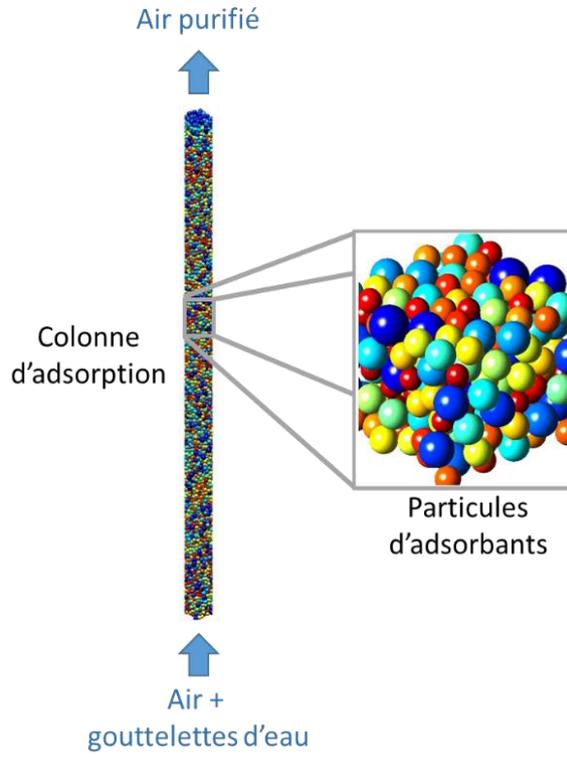
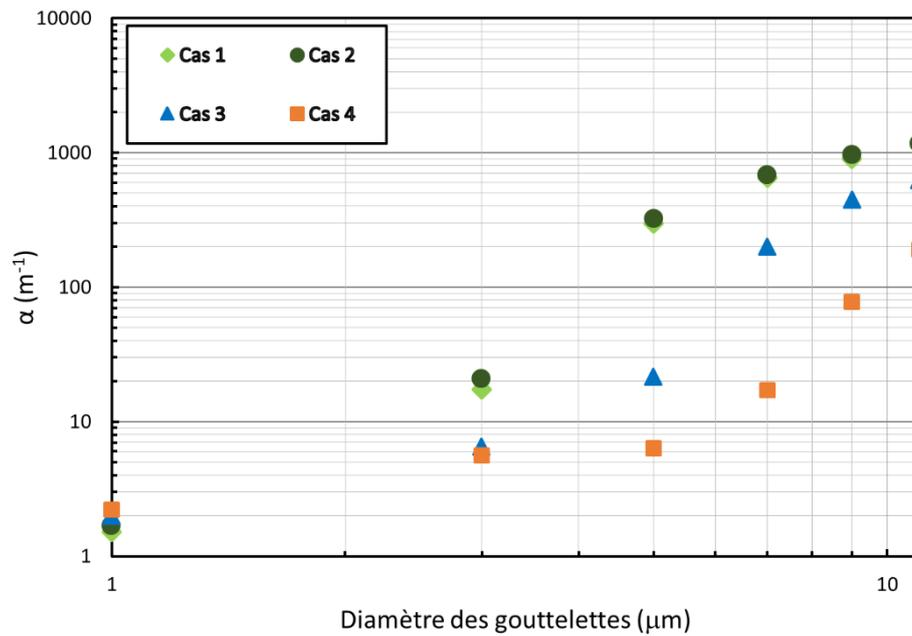

Figure 1- Colonne d'absorption utilisée pour les calculs numériques (NB : la couleur des particules est indicative de leur taille).
Figure 2- Données numériques obtenues par votre collègue.
Dans le but de purifier un courant d'air gazeux, un de vos collègues a réalisé des simulations numériques pour prédire l'efficacité de capture de fines gouttelettes d'eau en suspension dans l'air au moyen d'une colonne d'adsorption remplie de particules sphériques d'alumine (adsorbant) (Cf. Figure 1). Les simulations ont été réalisées sous 4 conditions d'opération différentes de la colonne qui sont résumées au Tableau 1. La Figure 2 donne les efficacités de capture obtenues par votre collègue en termes de α , la fraction de capture par unité d'épaisseur de lit pour les différentes tailles de gouttelettes d'eau considérées et les différentes conditions opératoires. La valeur de α est reliée à l'efficacité de capture de la colonne (E) par la relation :